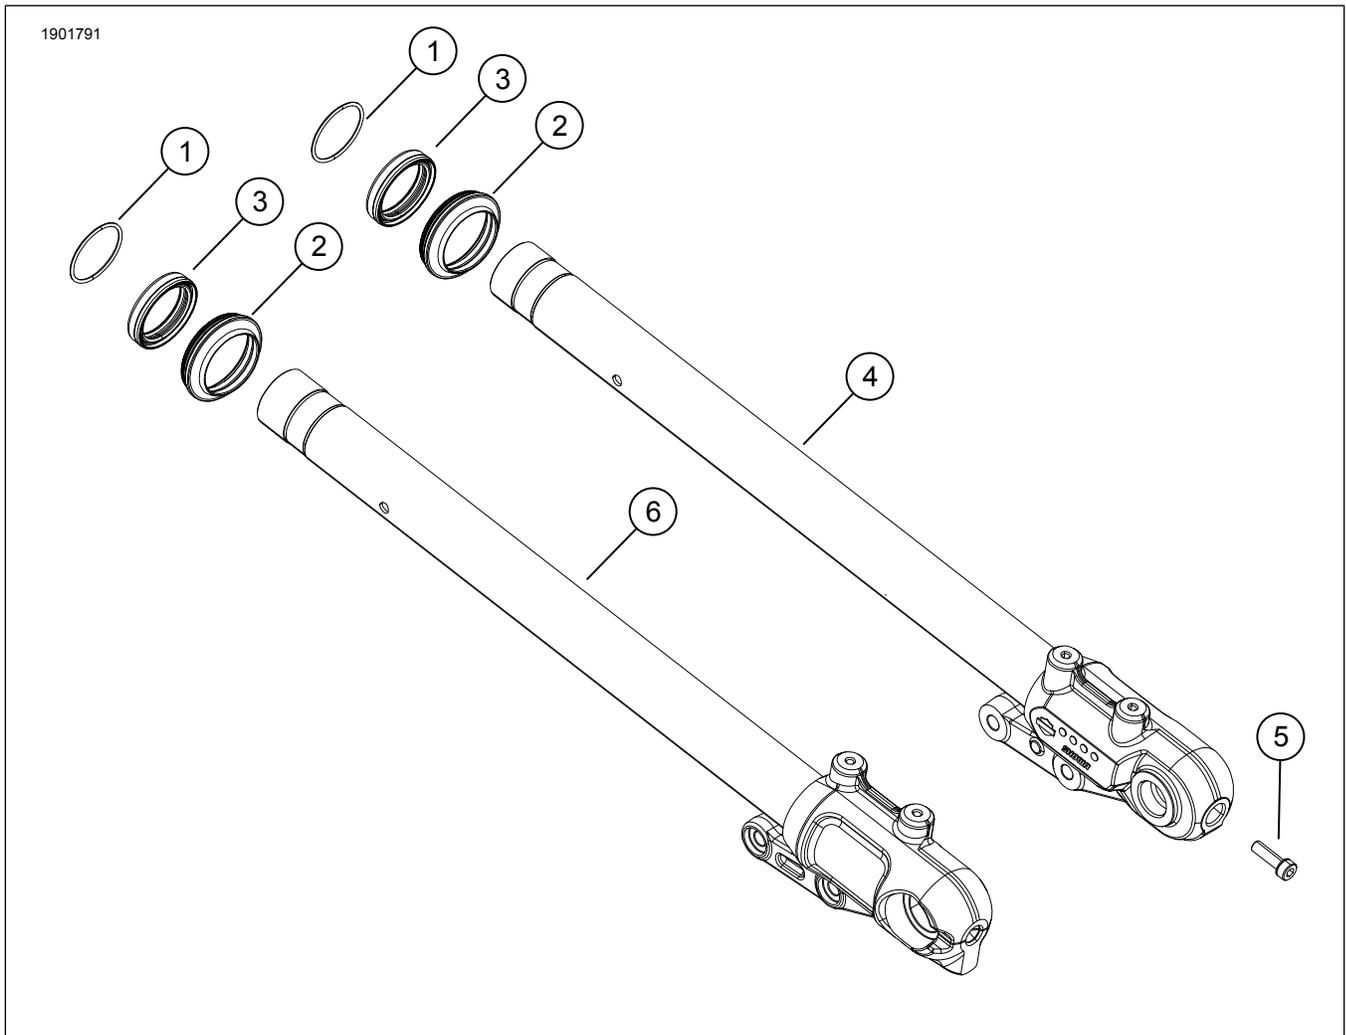

Figure 1. Contenu du kit : Kit tube de fourche inversée (DLC) Softail
1. Figure 1 Monter la fourche inversée gauche à l'aide des **nouveaux** éléments 1, 2, 3, 4 et 5 du kit. Consultez le manuel d'entretien.